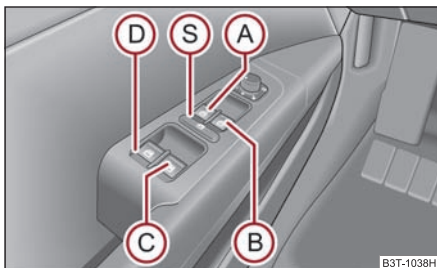
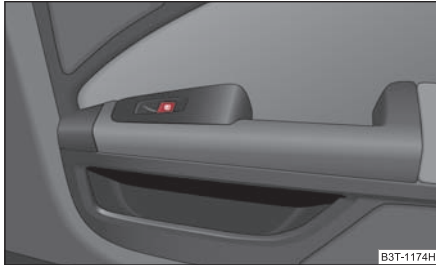

Fig. 50 Tastele din ușa conducătorului
Fig. 51 Poziția comutatoarelor în ușa din spate
Comutatoarele pentru fiecare geam se găsesc în cotiera conducătorului ⇒ fig. 50, pasagerului din dreapta și în ușile din spate ⇒ pagina 55, fig. 51
Apăsând comutatorul de siguranță (S) ⇒ fig. 50, puteți scoate din funcțiune comutatoarele din ușile din spate. Apăsând încă o dată comutatorul de siguranță (S), puteți restabili funcționarea tastelor din ușile din spate.
- Când se transportă copii pe locurile din spate, vă recomandăm să scoateți din funcțiune comutatoarele din ușile din spate (comutatorul de siguranță) (S) ⇒ fig. 50.